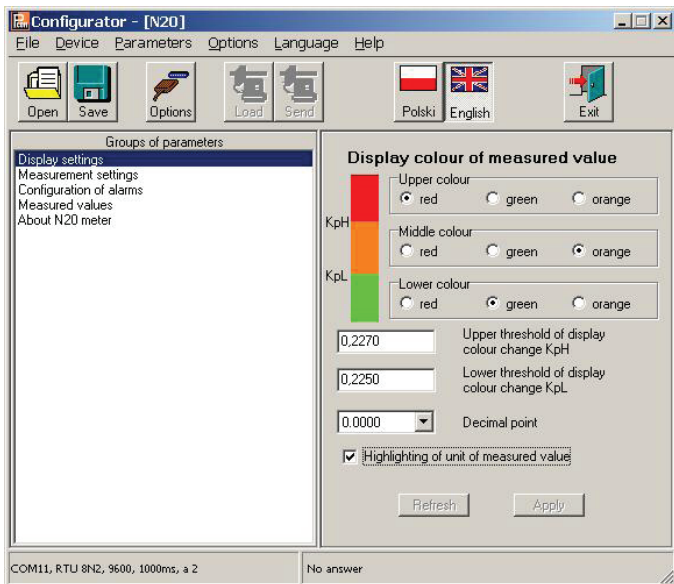

Abb. 7. Fenster der Dispayeeinstellungen.
- a) Anzeigefarbe des Messwertes. Der Anzeigebereich ist in drei Zonen unterteilt, die durch die Werte KpL und KpH (unterer Grenzwert KpL und oberer Grenzwert KpH - Abb. 7) unterteilt werden. Für jede Zone die Farbe der angezeigten Messwerte wird aus den drei verfügbaren Farben Grün, Orange und Rot gewählt. Die Werte KpL und KpH werden vom Benutzer eingestellt und betreffen die angezeigten Werte. Die Werkeinstellung des Wertes KpL entspricht 100% des Nennwertes und KpH entspricht 105% des Nennwertes, z.B.: für Anzeigegerät in Ausführung 10 V entsprechend: für KpL - 10 V und für KpH - 10,5 V.